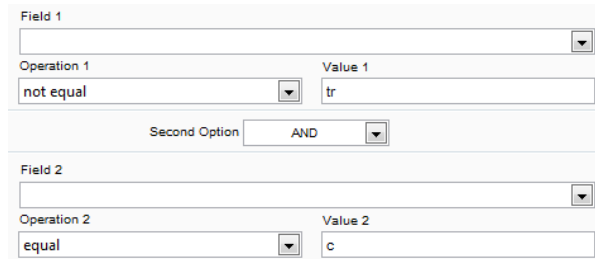

Fig. 12
3. Se necessario selezionare AND/OR e un secondo criterio di filtraggio (Fig. 12).